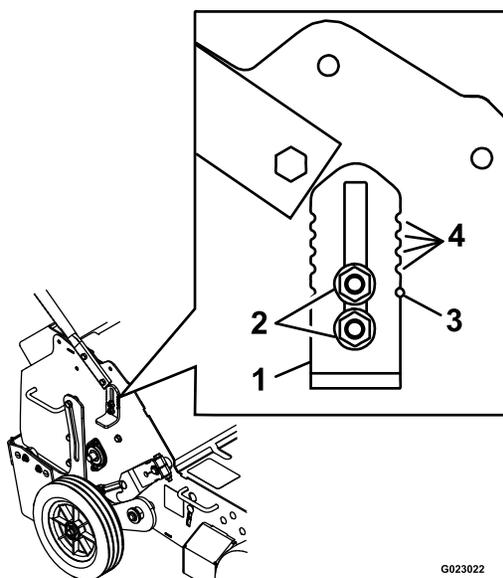

Figura 17
3. Afloje las tuercas que sujetan el tope de la rueda del lado derecho de la máquina (ver Figura 17).
6. Repita los pasos 3 a 5 en el tope de la rueda del lado izquierdo de la máquina. Utilice las muescas guía del tope de la rueda y los taladros guía del bastidor para ajustar los toques de las ruedas a la misma altura en cada lado (ver Figura 17).